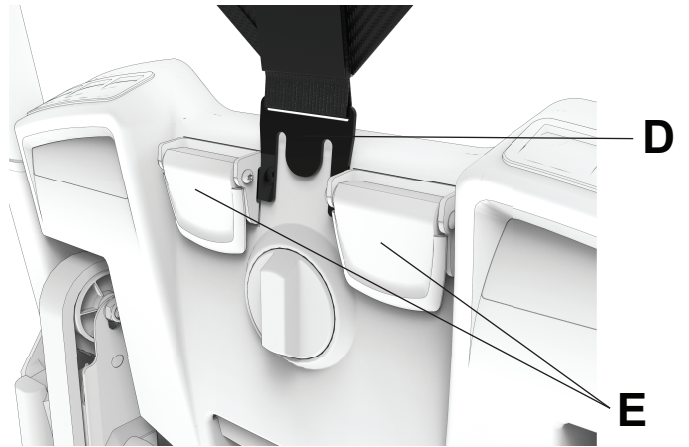

图 32 – 插入挂钩
4. 将头部支撑底部的塑料夹（D）推到治疗椅背面的两个黑色 PCS 凸轮座（E）之间（图 32）。